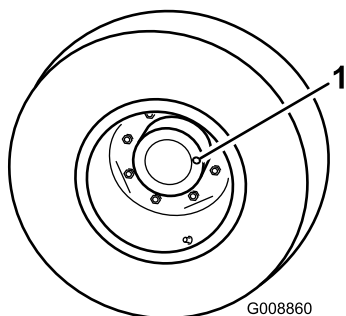

Figura 47
1. Com a máquina numa superfície nivelada, posicione a roda de forma a que um tampão de verificação (Figura 47) fique na posição das 12 horas e o outro na das 3 horas.
2. Retire o tampão da posição das 3 horas (Figura 47).